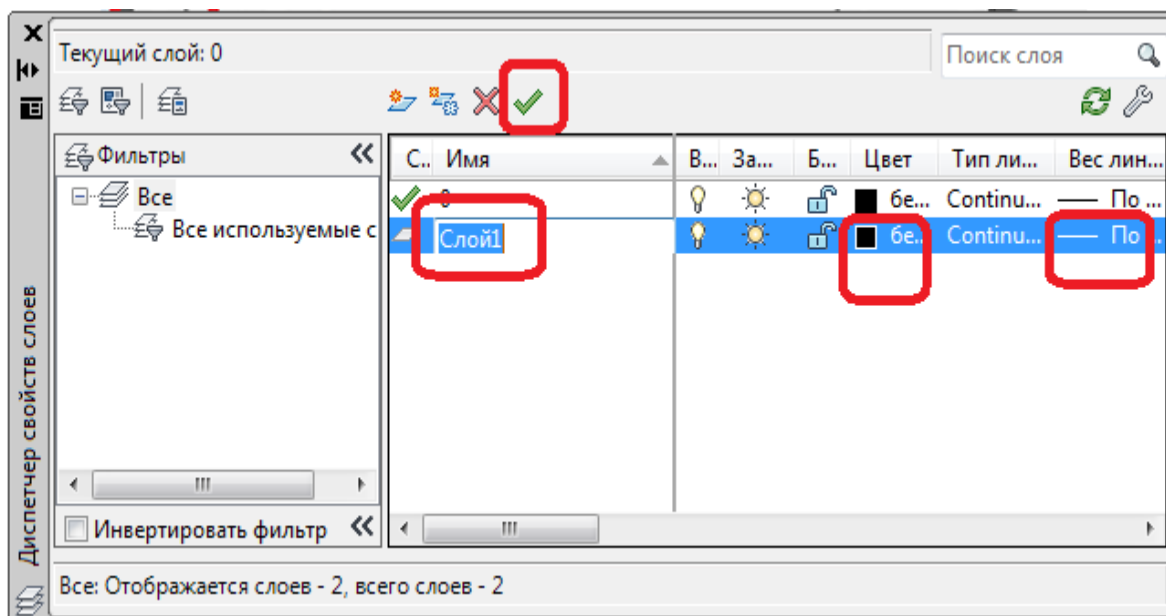

Рисунок 3.6
- сделать слой "Разметка" текущим – установить зеленый маркер (рис. 3.6).